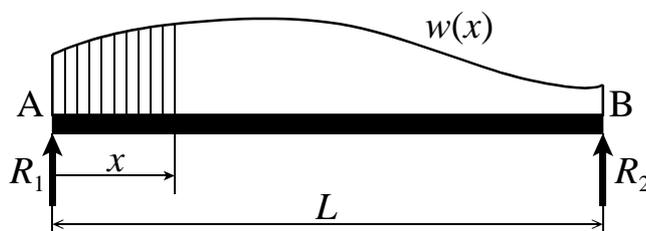

図 17: 分布荷重を受ける両端単純支持はり
まず、1.3 の話を思い出してください。1.3 では、図 17 のように任意の分布荷重を受けるはりのせん断力分布と曲げモーメントの分布を求めました。この場合の反力 (式 (23))、せん断力 (式 (24))、曲げモーメント (式 (26)) は次の式で与えられました。
たわみ角とたわみの関数の具体的な計算は省略しますが、前に導いた二つの式が容易に導かれます。試しに  $w(x) = w_0x/L$  を用いて点 A での反力を計算してみましょう。図 17 の積分で  $f(x)$  の代わりに  $w(x)$  を用いると